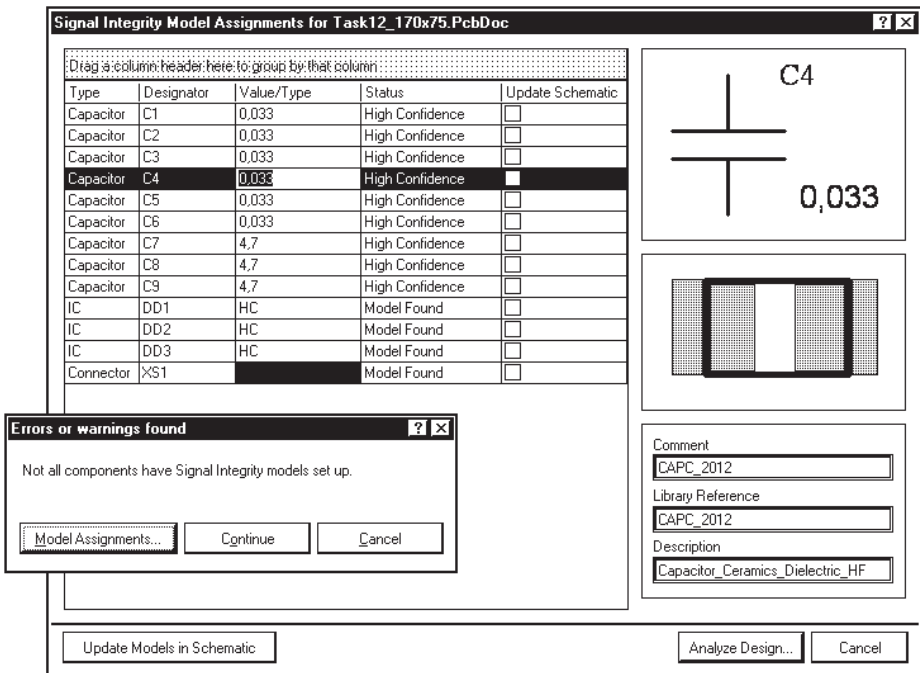
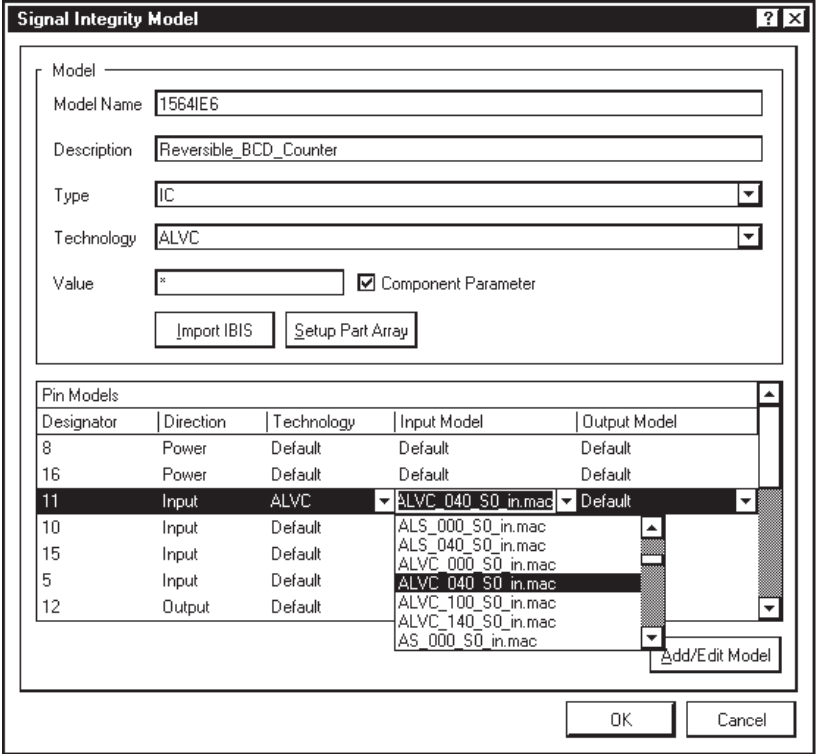
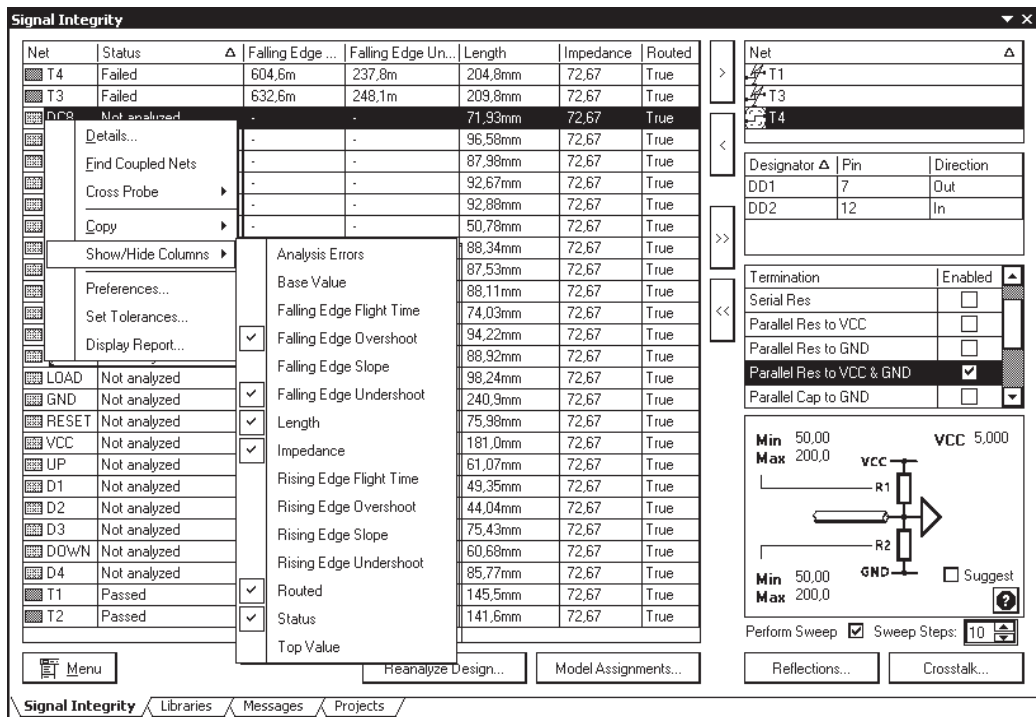
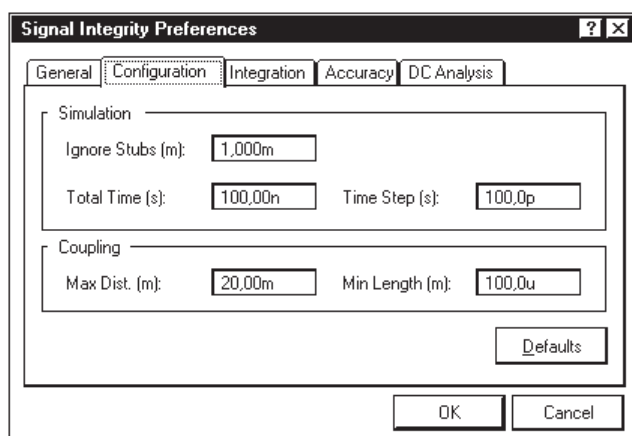

Рис. 8.57. Диалоговое окно присоединения моделей Signal Integrity
Рис. 8.58. Диалоговое окно выбора IBIS-моделей сигнальных буферов цифровых микросхем
Рис. 8.63. Панель **Signal Integrity** с результатами оценки параметров печатного монтажа и команды управления отображением результатов
Рис. 8.65. Окно настройки параметров анализа
В первом случае следует запустить анализ командой главного меню **Tools | Signal Integrity**. Программа прежде всего проверяет компоненты проекта на наличие присоединенных IBIS-моделей и, обнаружив компоненты, к которым такие модели не присоединены, выводит диалоговое окно с сообщением об отсутствии моделей у части или у всех компонентов: **Not all components have Signal Integrity models set up** (рис. 8.57, окно на переднем плане).
Для присоединения моделей следует щелчком мышью на кнопке **Model Assignments** (см. рис. 8.57) открыть диалоговое окно назначения моделей.
Для редактирования выбранной модели нужно щелчком правой кнопкой мыши на строке выбранного компонента в диалоговом окне **Signal Integrity Model Assignment** (см. рис. 8.57) вызвать контекстное меню и выбрать в нем команду **Advanced** — откроется диалоговое окно **Signal Integrity Model** (рис. 8.58).
Процедура присоединения и настройки IBIS-моделей завершается последовательными щелчками на кнопках **ОК** в соответствующих диалоговых окнах (см. рис. 8.58–8.60), после чего программа возвращается в диалоговое окно, показанное на рис. 8.57. Затем щелчком на кнопке **Update Models in Schematic** назначенные модели закрепляют за компонентами в схемном документе проекта.
Для присоединения IBIS-модели из среды открытого схемного документа следует выбрать курсором компонент и двойным щелчком на нем левой кнопкой мыши открыть диалоговое окно свойств компонента (см. рис. 4.4), в области моделей (**Models**) этого диалогового окна щелчком мыши на кнопке **Add** развернуть список вариантов и указать подкоманду **Signal Integrity**. Откроется знакомое нам диалоговое окно **Signal Integrity Model** (см. рис. 8.57), и вся дальнейшая процедура будет идентична только что рассмотренной, с той лишь разницей, что работа происходит с единственным компонентом и завершается выходом обратно в схемный документ.
Щелчком на кнопке **Analyze Design** в диалоговом окне, показанном на рис. 8.57, запустите анализ — открывается плавающая панель **Signal Integrity** (рис. 8.63).
Кнопкой **Menu** или щелчком правой кнопкой мыши можно открыть контекстное меню (на рис. 8.63 оно показано поверх таблицы), выполнить из него команду **Show/Hide Columns** (Показать/скрыть колонки) и выбрать в открывшемся списке результаты анализа, которые необходимо отобразить в панели. Результаты расчета длины, волнового сопротивления печатных проводников и перечень выявленных разведенных и неразведенных трасс отображаются независимо от результатов DRC-контроля.
Остановимся еще на нескольких командах контекстного меню первого уровня, показанного на рис. 8.63:
- ❑ **Preferences** — по этой команде открывается диалоговое окно настройки элементов режима анализа (рис. 8.65) с пятью панелями-вкладками:
- ❑ **Find Coupled Nets** (Найти связанные цепи) — по этой команде в левой панели диалогового окна **Signal Integrity** (см. рис. 8.63) выделяются темно-синей цветовой подсветкой связанные цепи печатной платы, отвечающие значениям параметров, назначенным в секции **Coupling** диалогового окна **Signal Integrity Preferences** (см. рис. 8.65);